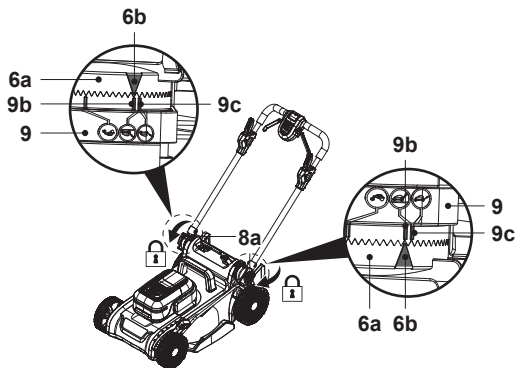

Fig. 2
4. Aliniazi triunghiul indicator (6b) de pe placa selectoare (6a) cu unul dintre indicatoarele de înălțime a mânerului (9b/9c) de pe suportul mânerului (9), apoi fixează ansamblul mânerului (4, 6) strângând butoanele de blocare (8a) (fig. 2).
5. Ai grijă să montezi barele mânerului inferior (6) la aceeași înălțime în ambele părți.
6. Ai grijă să treci cablul de control (20) pe deasupra barei mânerului inferior (6).